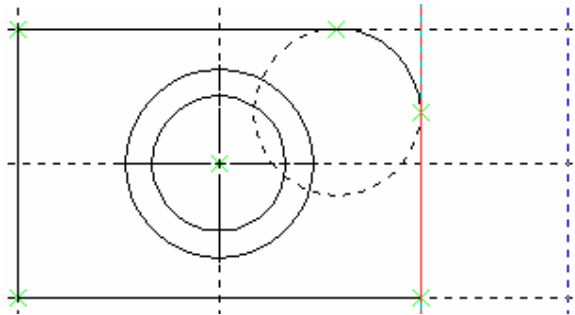

Рис. 1.27
10. Создать вид справа. Для этого выберем в меню команды «Построения\Прямая» пиктограмму , переместим курсор к линии построения, соответствующей правой границе детали и нажмем левую клавишу мыши. При этом выделится вертикальная линия построения, и новая параллельная вертикальная линия будет перемещаться за курсором. Это будет левая граница вида справа (рис. 1.27).
Зафиксируем ее в нужном месте нажатием левой клавишу мыши. Эта линия построена относительно правой границы детали, поэтому если правая граница будет передвинута, то новая линия переместится на такое же расстояние. Для переноса новой линии на другое расстояние следует воспользоваться командой редактирования линий построения, а именно «Правка\Построения\Линия построения» и передвинуть ее. При этом мы по-прежнему привязаны к правому краю детали (соответствующая линия построения выделена) (рис. 1.27).
Перейдем к созданию конического отверстия на виде справа. Задача сводится к построению двух прямых, которые были бы параллельны горизонтальной прямой, проходящей через центр окружности (рис. 1.27). При этом они должны соответствовать размерам окружностей. Выбрав в команде «Построения\Прямая» пиктограмму , подведем курсор к горизонтальной линии, проходящей через центр окружности, и нажмем левую клавишу мыши. Отведем курсор вместе с новой линией построения вверх к точке касания